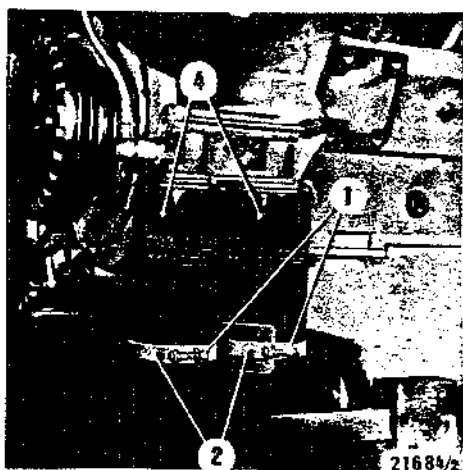

Рис. 31
Смену патронов масляного фильтра следует производить в соответствии с табл. "Периоды смены масла" /стр.5/. Для этого следует отвернуть отверткой оба стяжных болта 1 /рис. 31/, снять вниз хомуты 2, освободить ключом патроны 4 и отвернуть их рукой. Уплотняющие поверхности консоли фильтра очистить от грязи.
4. Закрепить хомуты 2 /рис. 31/. /Они служат для контроля завернутых патронов фильтра/.